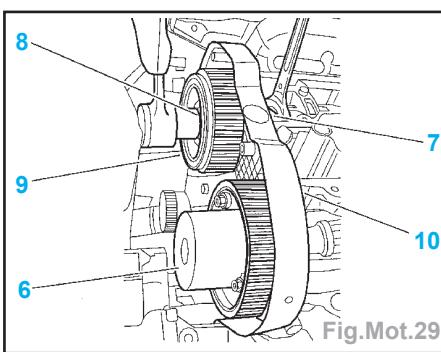

Fig.Mot.29
- le bloc bobines d'allumage compacté (3),
- le capteur (4),
- les couvre-culasses (5) (desserrer progressivement et en spirale les vis de couvre-culasse en commençant par l'extérieur).
- Déposer (Fig.Mot.29) :
- le déphasageur d'arbre à cames d'admission (VTC) (6).